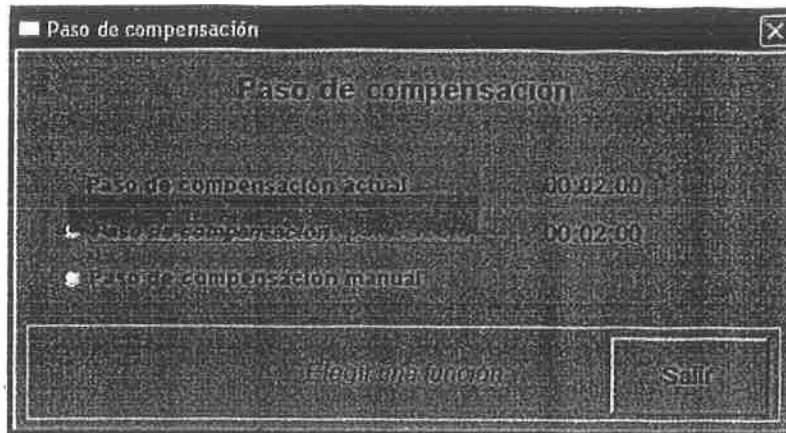

Fig. 21. Ventana "Paso de Compensación - Inicio"
• Seleccionar el botón "Paso " • Elegir la función "Paso de compensación predeterminado" o "Paso de compensación manual" (Ver Fig 21)	La ventana " Paso de Compensación - Inicio" aparece en la pantalla.